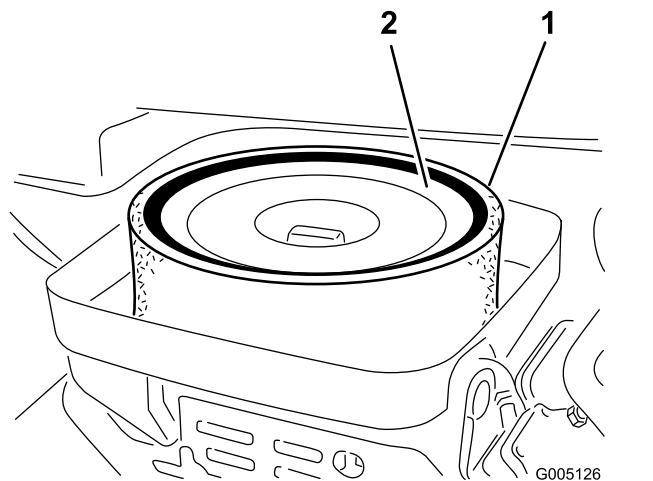

Figure 45
3. Si l'élément en mousse est encrassé, sortez-le de l'élément en papier (Figure 45). Nettoyez-le soigneusement comme suit :